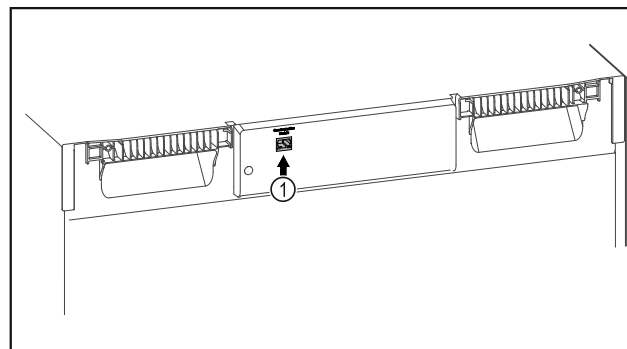

Fig. 120
- SmartModule Fig. 120 (1) je nasadený.